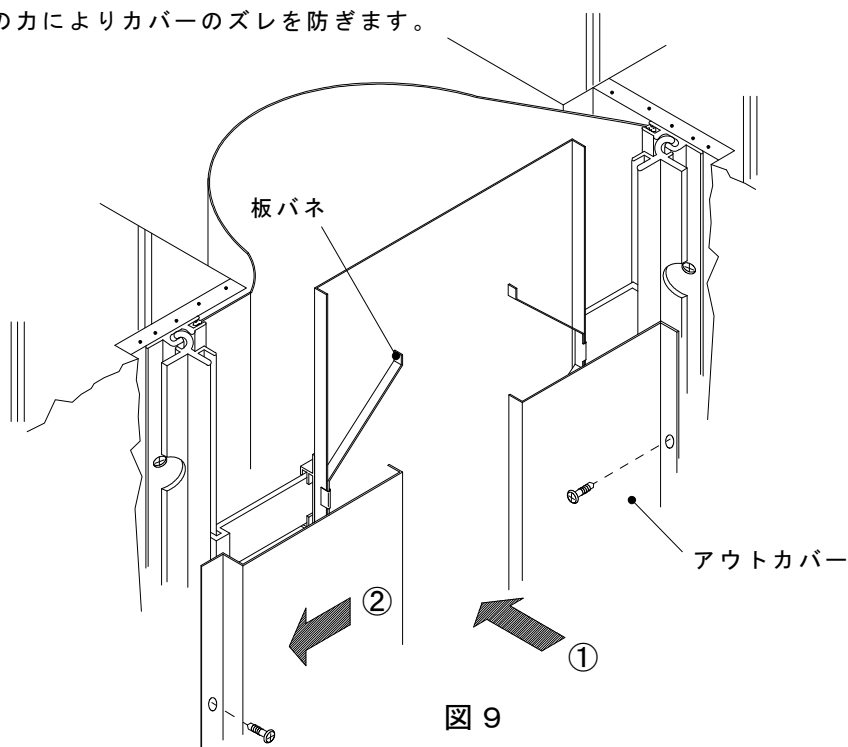

図 9
アウトカバーを図9に示すように取付ます。カバーには取付穴が工場加工されていますので、その穴を基準にしてドリルねじで固定します。
注) アウトカバーは、図9に示すように①方向からはめ次に②方向へ引っ張るように取付ます。板バネの力によりカバーのズレを防ぎます。